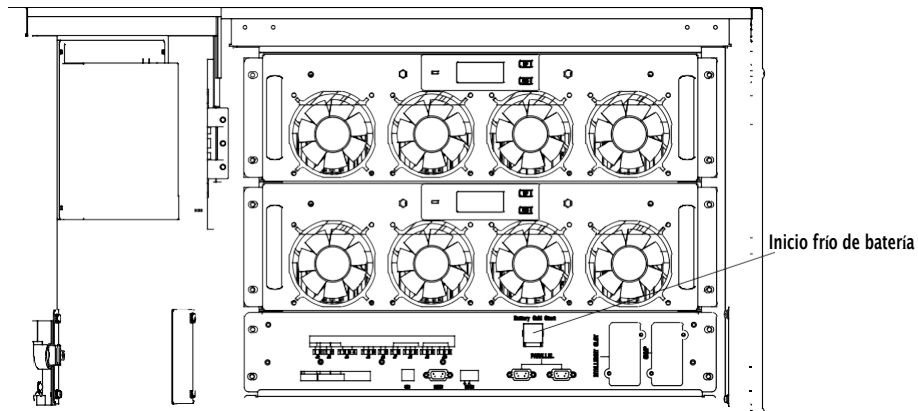

Figura 4-1 La posición del botón de arranque en frío de la batería
- 2) Presione el botón rojo para el arranque en frío de la batería (consulte la Figura 4-1). Luego, el sistema se alimenta con la batería.